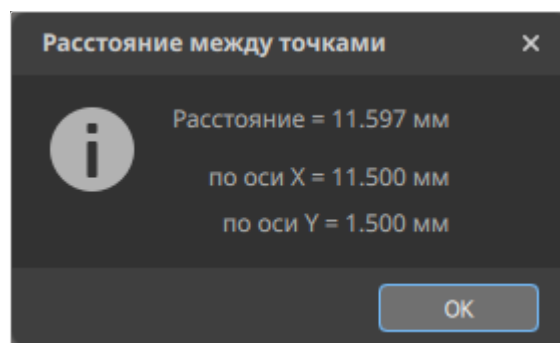

Рисунок 121. Результаты измерений
- 4) Нажать левой кнопкой мыши в конечной точке измерения. Отобразится всплывающее окно «Расстояние между точками» с результатами измерения (см. рисунок 121).